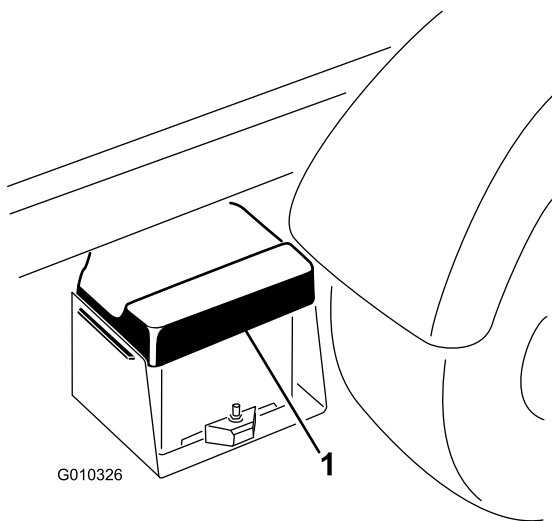

Figure 10
- A. Appuyez sur le couvercle de la batterie pour dégager les pattes de la base de la batterie (Figure 10).
B. Enlevez le couvercle de la base de la batterie (Figure 10).
- B. Serrez le couvercle de la batterie, alignez les pattes sur la base de la batterie, et relâchez le couvercle de la batterie (Figure 10).